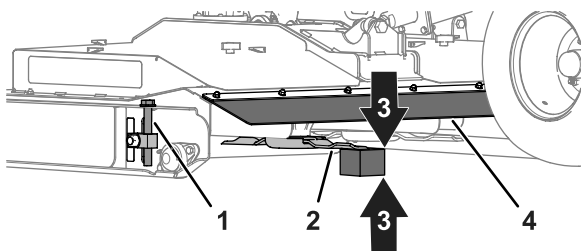

Figure 80
1. À l'arrière du tablier de coupe, soulevez le déflecteur arrière et placez l'entretoise en bois de 51 mm (2 po) entre l'extrémité arrière de la lame centrale et le sol (Figure 80).